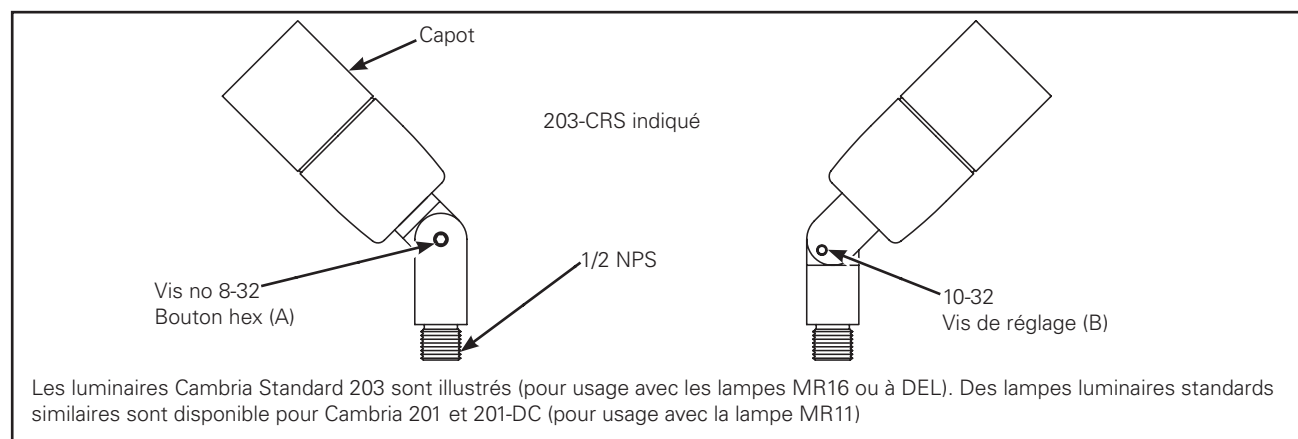

Figure 1.
Désérrez l'ensemble (B) à l'aide d'une clé Allen (fourni par d'autres), DIRIGEZ le luminaire. Reserrez la vis. (Figure 1.)